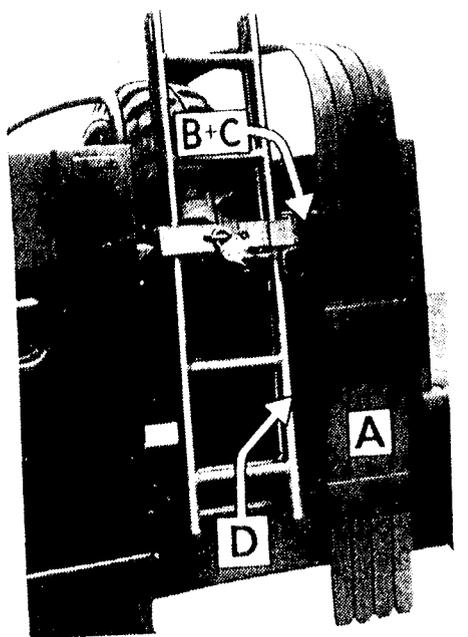

Abb. 9
2. Planenspiegel (A), Bordwandklappe hinten (B), vorderes Bordwandgitter (C) und Türaufsatzfenster (D) werden zwischen Pritschenstirnwand und Reserveradhalter verstaut. (Abb. 9)